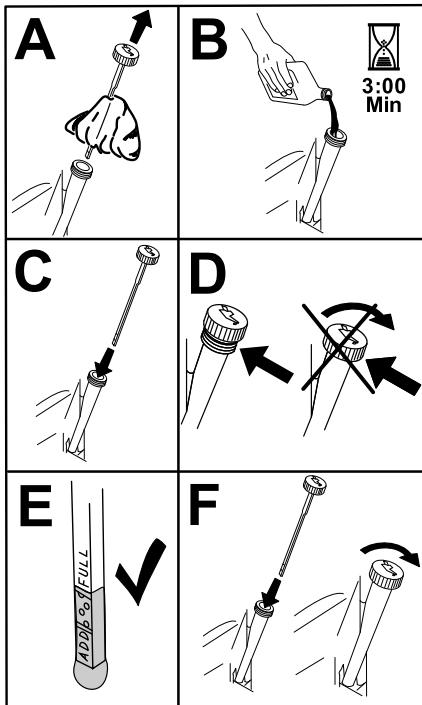

Figura 41
5. Versate lentamente circa l'80% dell'olio indicato nel tubo di rifornimento e sempre con cautela rabboccate l'olio necessario per portarlo alla tacca di **Pieno** (Figura 41).